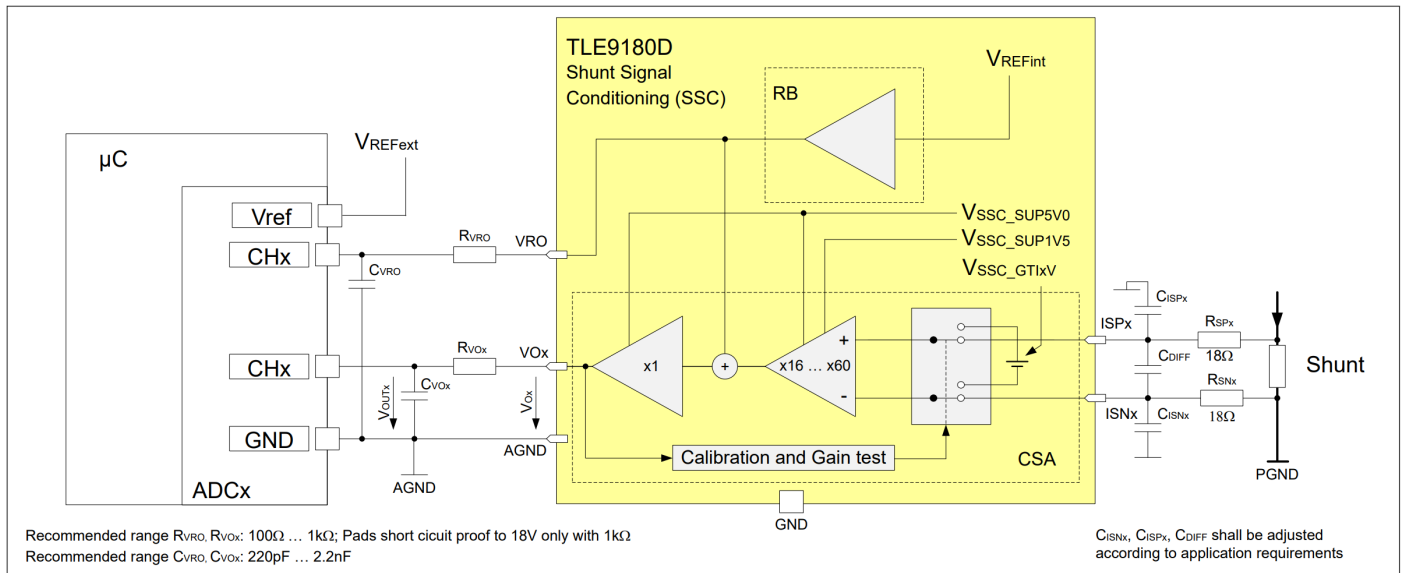

图 13 分流器信号调理的简化框图及应用图
分流器信号调理 (SSC) 包含 2 个精密电流检测放大器 (CSA)，用于放大电机电流引起的检流电阻上的压降；以及一个电压基准输出缓冲器 (RB)，参见图 13。